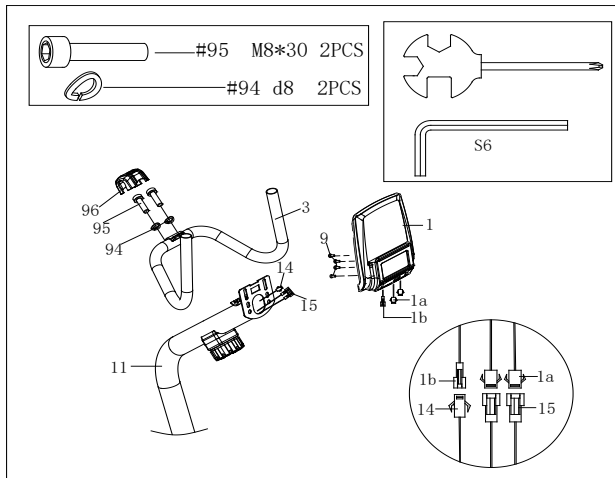

FIG.6:
Connect the sensor(1a&15;1b&14) as shown in FIG.6, Attach the computer (1) to the support tube (11) with the screws(9).
SCHRITT 5: Verbinden Sie das Widerstandsseil (10 & 45) und die Sensorkabel (14&18 sowie 15&16). Befestigen Sie jetzt das Stützrohr (11) mit Schraube (13) und Unterlegscheibe (5) am Hauptrahmen (29). Befestigen Sie jetzt den Widerstandsknopf (10) mit Unterlegscheibe (7) und Schraube (8) am Stützrohr (11).
SCHRITT 6: Befestigen Sie den Lenker (3) mit der Unterlegscheibe (94) und der Schraube (95) am Stützrohr (11). Schließen Sie die Sensorkabel (1a&15 sowie 1b&14) wie in ABB.6 gezeigt an. Befestigen Sie den Computer (1) mit den Schrauben (9) am Stützrohr (11).